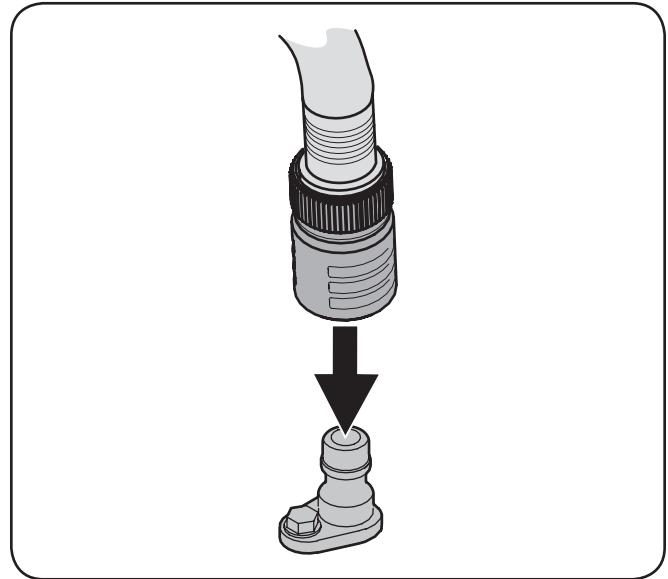

Figura 6-3
4. Una el acople de la manguera al puerto de agua a la izquierda de la superficie de la cubierta. Vea la Figura 6-3.